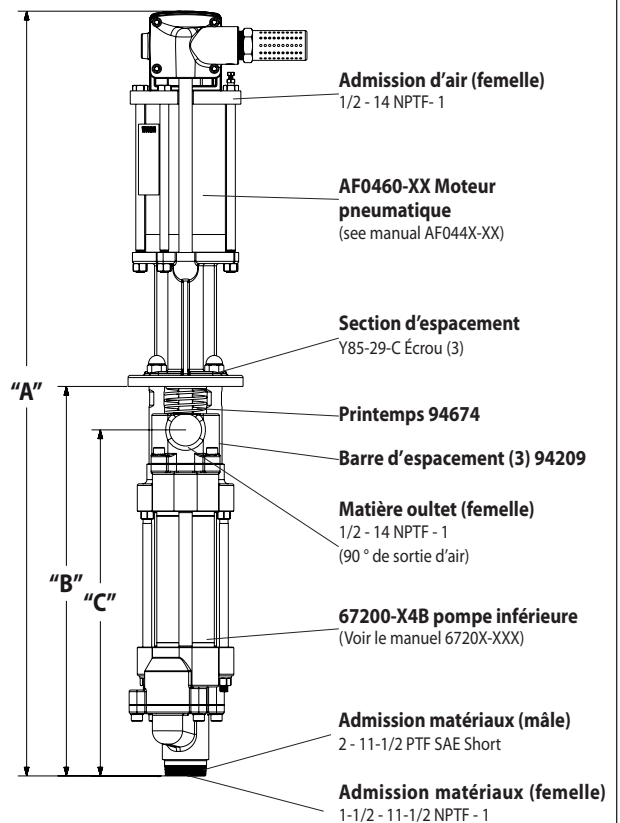

Figure 1
- Retirez les trois écrous (Y85-29-C) les trois tiges d'espacement (voir figure 1).